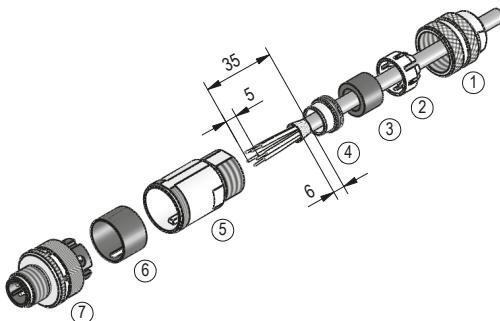

Abb. 3: Gegenstecker M12 gerade
- Zubehör SIKO Art.Nr. "87601" M12 D-kodiert (Stift 4 pol. Bus) (Abb. 3).
- Zubehör SIKO Art.Nr. "83526" M12 A-kodiert (Buchse 4 pol. Power) (Abb. 3).
#### Montage (Abb. 3)